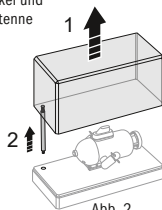

Abb. 2
2. Öffnen Sie den Deckel und entnehmen Sie die Antenne (Abb. 2)
2. Remove the cover and take out the antenna (fig. 2)